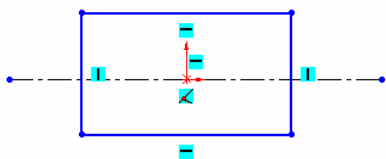

图 5-39 绘制矩形
① 启动系统。启动 Solidworks2010,选择菜单栏中的“文件”→“新建”命令,或者单击“标准”工具栏中的“新建”按钮,在打开的“新建 Solidworks 文件”对话框中,选择“零件”按钮,单击“确定”按钮。
② 新建文件。在设计树中选择上视基准面,单击草图绘制按钮,新建一张草图。
③ 确定视图方向。点击工具按钮,使绘图平面转为正视方向。
④ 绘制中心线和矩形。单击草图绘制工具栏上的中心线按钮,绘制一条通过原点的水平中心线。单击矩形按钮,绘制一个矩形,如图 5-39 所示。